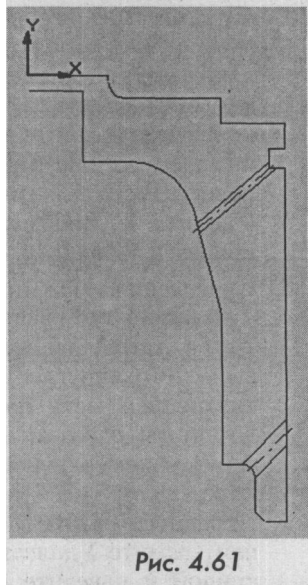

Рис. 4.61
часть вертикальной линии внутреннего контура тронка, подлежащую удалению. Удалите все ненужные линии (рис. 4.61).
7. Фаска. Нажмите кнопку **H** (**Фаска**) и установите в окне **Длина фаски на первом объекте** цифру 3: #° J "(* ~ J H d Я Наведите курсор мыши на нижнюю торцевую сторону тронка. При этом цвет линии изменится на красный, а в строке сообщений появится надпись **Укажите первую кривую для построения фаски**. Щелкните мышью. После этого направьте курсор на смежную вертикальную сторону и снова щелкните мышью (рис. 4.61).